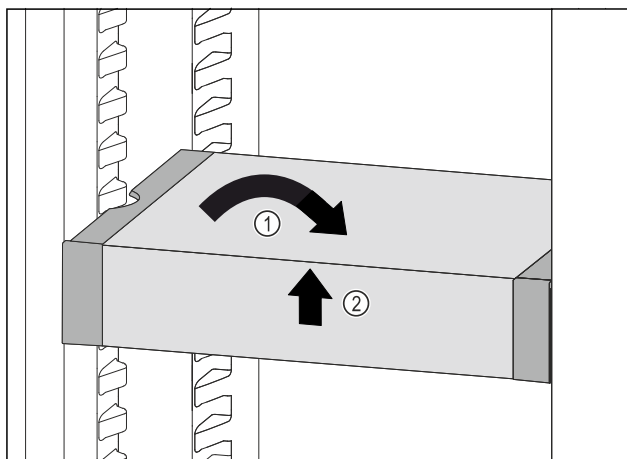

Fig. 102
- ▶ Установите VarioSafe прямо. Fig. 102 (1)
- ▶ Приподнимите VarioSafe спереди. Fig. 102 (2)